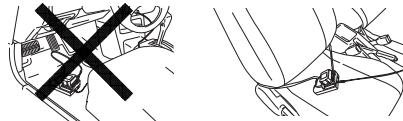

Fig. 16
- Coloque o carregador da bateria em posição no carro. Utilize a alça fornecida com o carregador da bateria para apertar o carregador da bateria na posição e evitar que se move inadvertidamente. (Consulte a Fig. 16)